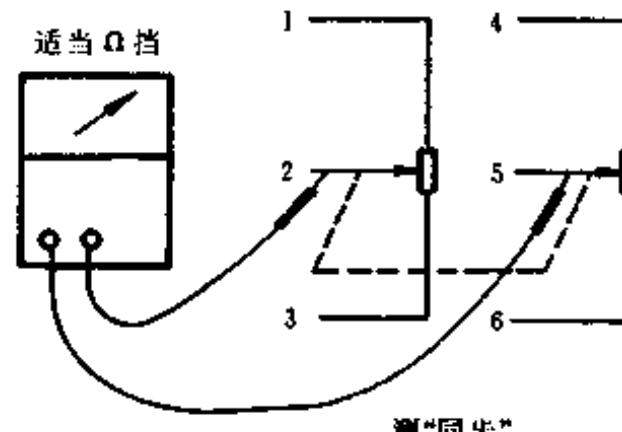

图 51
(1) 用万用表适当电阻挡分别测 1~3 间和 4~6 间电阻。这两个电阻值应相等，并等于标称值。否则说明质量差或已经损坏。
(2) 再按图 51 用鳄鱼夹及导线联通 1~6(或联通 3~4)端，用欧姆挡测 2~5 间电阻，这时指针指示的值应是前述 1~3 间和 4~6 间的值。再旋转双联轴，在转轴的转动过程中，指针示值不变，且不应在某一位置附近抖动，否则说明“同步”不好。